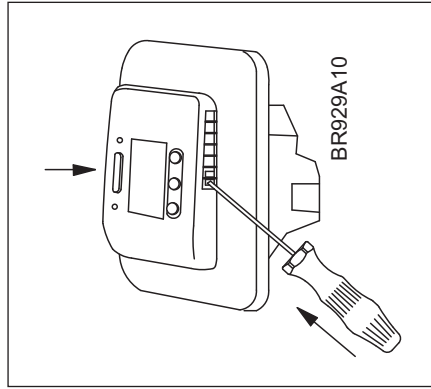

Fig. 2
2. Ledninger tilsluttes ifølge diagram (fig. 2).